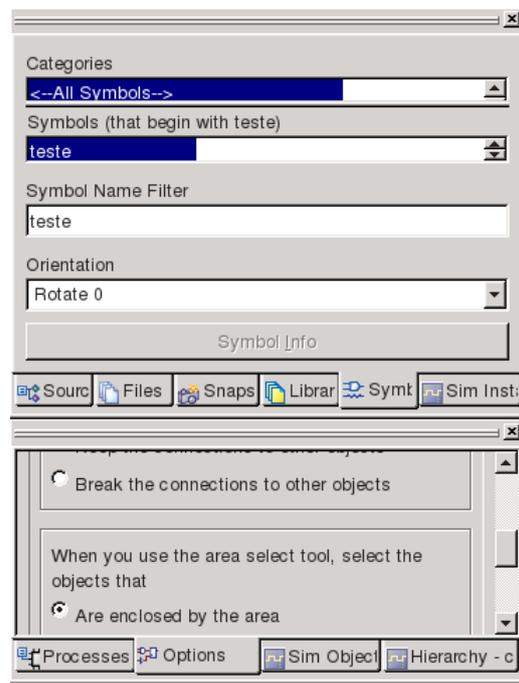

Figura 15 – Inserção do símbolo `teste`.
- 3 Insira no novo esquema o símbolo “teste” como se tratasse de qualquer outra porta lógica (ver Figura 15).